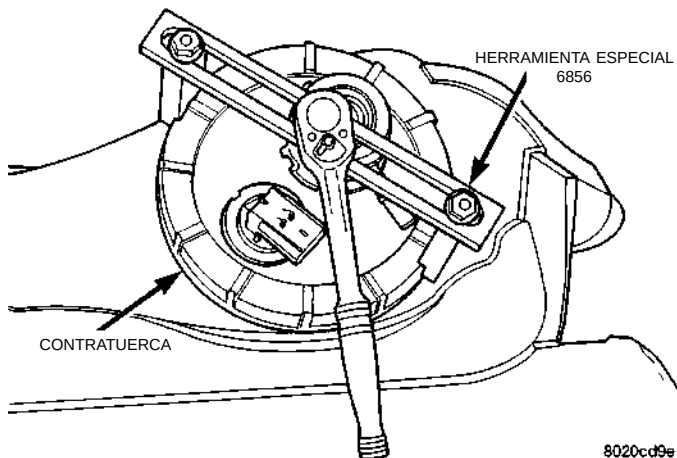

Fig. 18 Contratuerca del depósito de gasolina
(2) Desconecte el tubo de combustible del módulo de la bomba de combustible oprimiendo los retenes de conexión rápida con el pulgar y el índice.
(3) Deslice el cierre del conector eléctrico del módulo de la bomba de combustible para desbloquearlo.
(4) Desconecte la conexión eléctrica del módulo de la bomba de combustible oprimiendo hacia abajo el retén del conector y tirando del conector para extraerlo del módulo.
(5) Utilice un gato de transmisión para sostener el depósito de gasolina. Retire los pernos de los flejes del depósito.
(6) Baje levemente el depósito.
(7) Use la herramienta especial 6856 para retirar la contratuerca del módulo de la bomba de combustible (Fig. 18).
(8) Retire del depósito la bomba de combustible y el anillo "O". Descarte la junta usada.
(4) Apriete la contratuerca con la herramienta especial 6856 con una torsión de 55 N·m (40,5 libras pie) (Fig. 18).